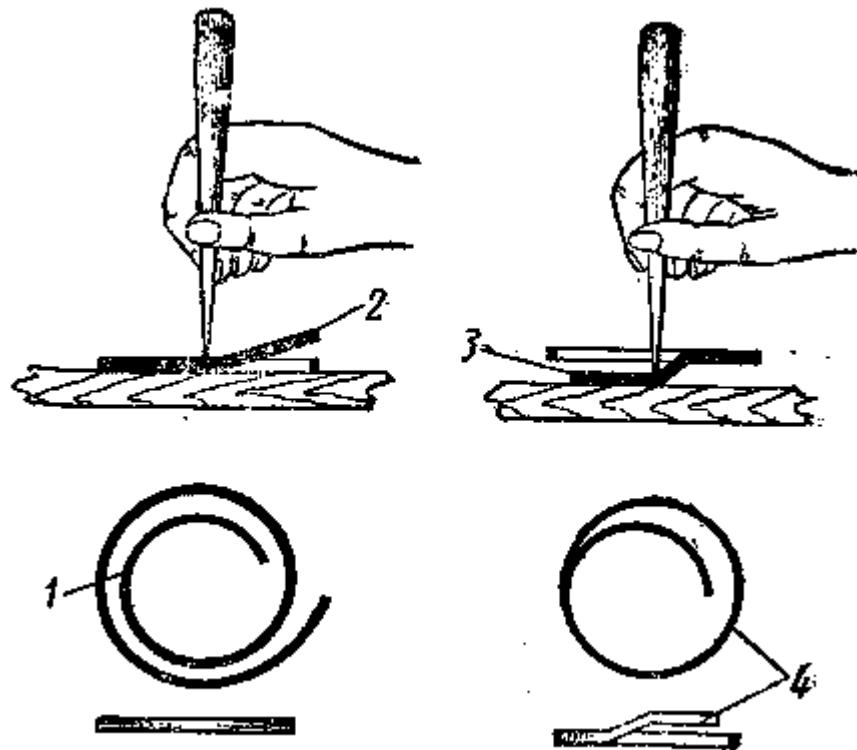

Рис. 78. Изгиб первого витка волоска Брэгге:
**Волосок Бреге.** Колено волоска Бреге чаще всего выгибает сам мастер. Чтобы правильно изогнуть волосок, необходимо первый его виток несколько отодвинуть в сторону, затем, крепко зажав пинцетом первый виток в таком месте, чтобы было обеспечено  $\frac{2}{3}$  оборота первого витка, отгибают первое колено волоска, слегка нажимая о твердую деревянную пластинку. Затем волосок переворачивают и проделывают аналогичную операцию с другой стороны (рис. 78), после чего волосок приобретает окончательную форму.